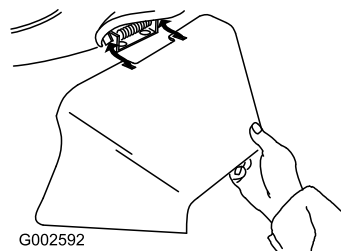

Bild 41
3. Setzen Sie den Seitenauswurfkanal ein und schließen Sie die Klappe auf dem Auswurfkanal (Bild 41).